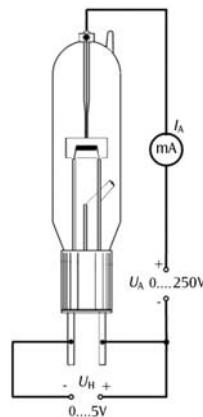

Fig. 4a Schaltungsaufbau zur Untersuchung des Raumladung- und Sättigungsbereichs
- Schaltung gemäß Fig. 4a/b vornehmen.